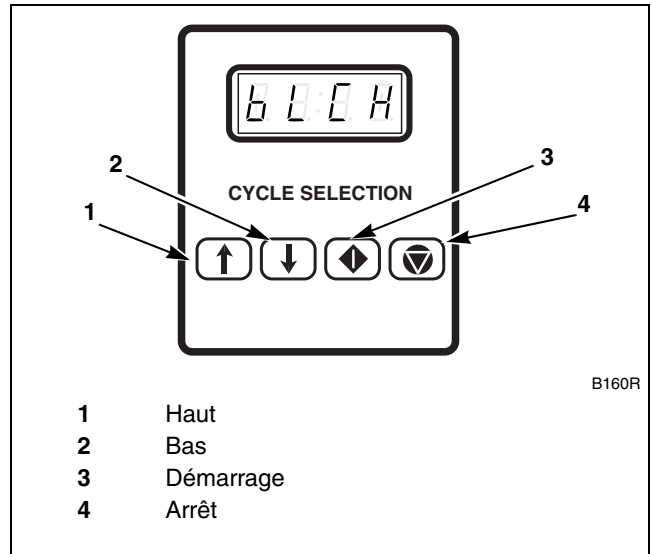

Figure 30
9. **Le cas échéant,** verser de l'eau de javel dans le compartiment 2 lorsque l'écran affiche « BLCH ». Se reporter à la *Figure 30*.